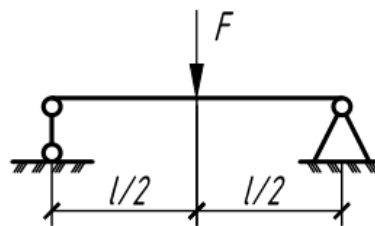

Рис. 5.36
**5.36. Определить площадь  $\Omega$ , заключенную между первоначальной и изогнутой осью балки.  $F, l, EI$  заданы (рис.5.36).**